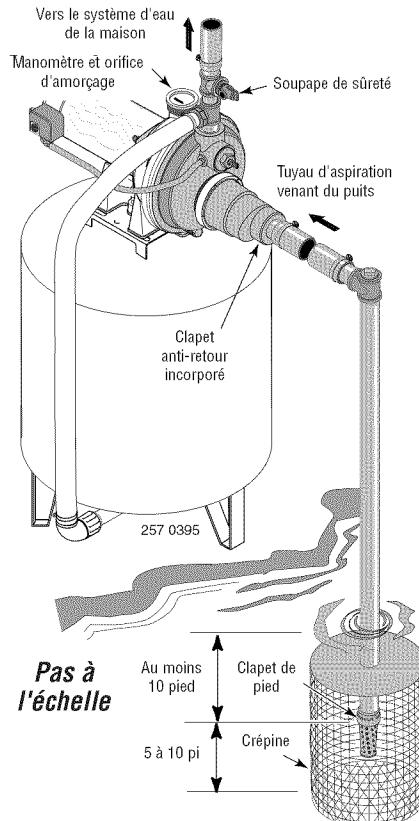

Figure 9 : Installation pour les eaux de surface
- Assembler le clapet de pied et le tuyau d'aspiration (voir la Figure 9). S'assurer que le clapet de pied fonctionne librement. Utiliser du ruban téflon ou de la pâte pour raccords filetés à base de téflon sur les raccords filetés. Poser une crépine autour du clapet de pied pour le protéger contre les poissons, les déchets, etc. (voir la Figure 9).
- Poser le té d'amorçage, le bouchon d'amorçage et le tuyau d'aspiration sur la pompe (voir la Figure 9). Supporter le tuyau de façon qu'il ne soit pas cintré afin qu'il n'exerce pas de contraintes sur le corps de la pompe; de plus, il doit être légèrement incliné vers le haut, du puits jusqu'à la pompe (les points hauts risquent de causer des poches et des bouchons d'air dans la pompe). Rendre étanches les raccords du tuyau d'aspiration avec du ruban téflon ou une pâte pour raccords filetés à base de téflon. Les raccords doivent être étanches à l'air et à l'eau. Si le tuyau d'aspiration aspire de l'air, la pompe ne pompera pas l'eau du puits.